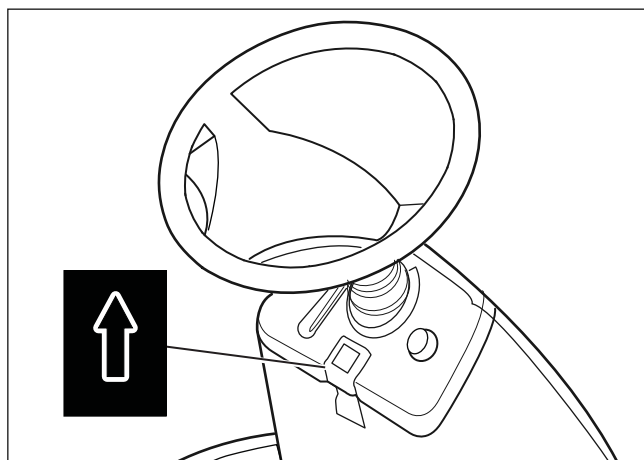

Abbildung 15
2. Den Feststellbremsenknopf hochziehen (**Abbildung 15**).
4. Die Feststellbremse aktivieren (**Abbildung 15**).